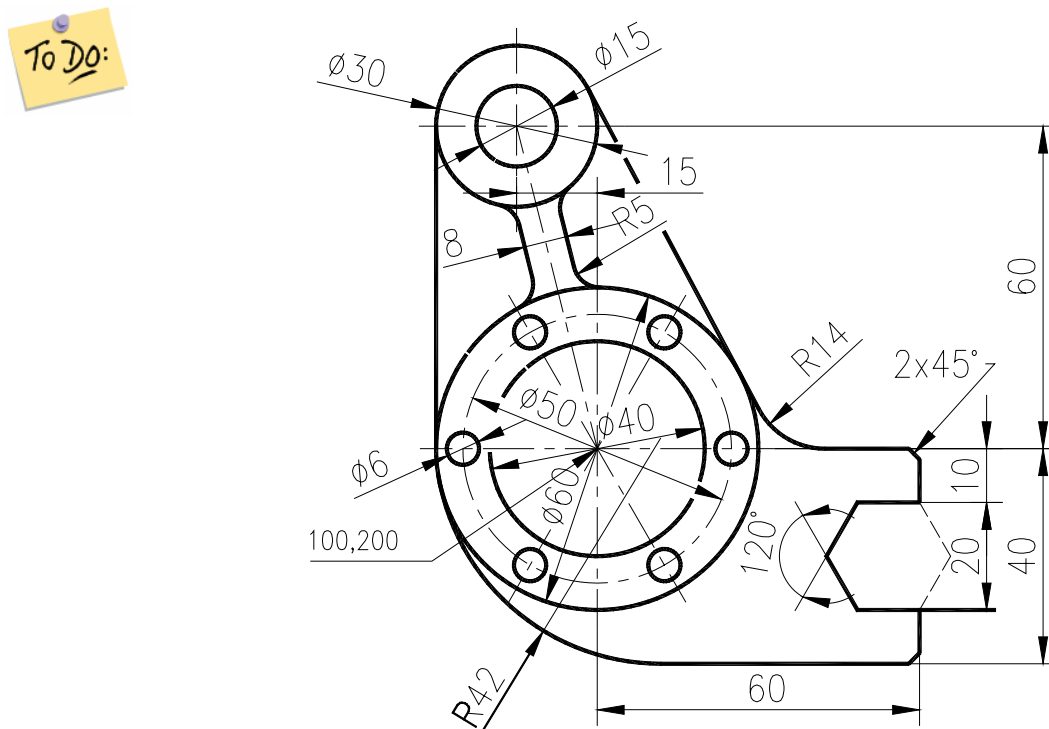

Fig. U7.17
7. Realizați desenul din Fig. U7.17. Se recomandă să începeți desenul cu desenarea axelor, cu modul *Ortho* activat. Celelalte axe trasați-le paralele cu axele inițiale (*OFFSET*). Desenați apoi cercurile. Toate racordările executați-le cu *FILLET*. Hexagonul îl puteți realiza cu comanda *POLYGON* opțiunea *C* în afara figurii și apoi muta (*MOVE*) la capătul liniei verticale de 10 unități, urmând ca teșirile cu *CHAMFER* să le executați în final. Cerculețele de $\Phi 6$, cu axele aferente, multiplicați-le cu comanda *ARRAY* opțiunea *P*. În final, scurtați axele care depășesc conturul cu mai mult de 2...3 unități cu comanda *BREAK*, prin selectarea primului punct pe linie apoi a celui de al doilea în afara liniei, cu modurile *Osnap* dezactivate. Tot pentru scurtare sau alungire încercați să folosiți *gripurile* – acei marcatori care apar la selectarea unui obiect fără introducerea unei comenzi.. Pentru aceasta, selectați în „gol” linia și „trageți”, cu butonul mouse-ului apasat, în direcția dorită cu modul *ortho* (*F8*) activat.